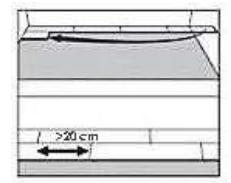

Bild 2
- Inled den andra raden med den avkapade biten från den första raden (**bild 2**). Om den avkapade biten är kortare än 20 cm, använd den inte. Börja istället med en ny planksektion som är minst 20 cm lång, så att det blir ett avstånd på minst 20 cm mellan ändskarvorna på de intilliggande plankraderna.